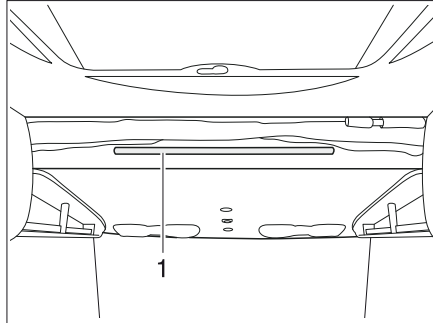

Bild 168 Höjbar säng, elektrisk
- Man fäster stegen med båda byglarna på stången (Bild 168,1) på den höjbara sängen.